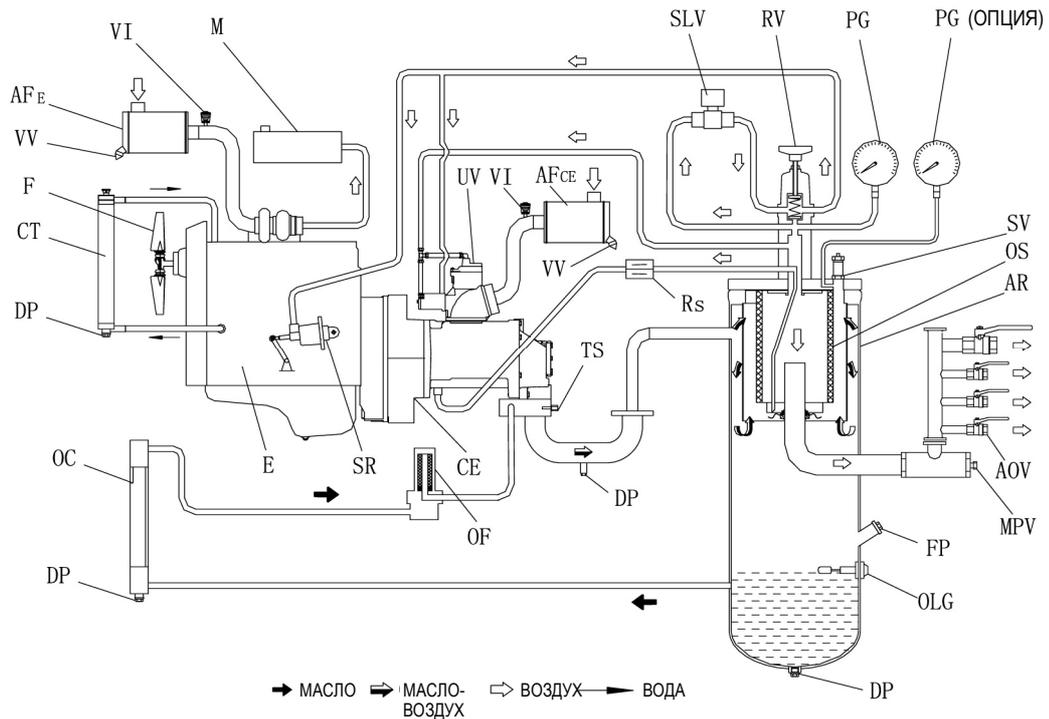

Рис. 2.3 СИСТЕМА УСТАНОВКИ
2.5 Воздушный ПОТОК (см. Рис. 2.3)
2.6 МАСЛОСИСТЕМА (См. Рис. 2.3)
(См. Рис. 2.3)
3. Снимите сливную пробку воздухоприемника (рис. 2.3, DP) для отвода возможного конденсата. Повторно установите сливную пробку (DP). Интервал между процедурами слива может определяться на основе опыта, поскольку количество конденсата зависит от условий эксплуатации.
4. Проверьте уровень масла компрессора. Указатель датчика уровня масла (рис. 2.3, OLG) должен располагаться в зеленом диапазоне. Добавить масло, если это необходимо. Тип используемого масла описан в разделе 4.3.
Перед снятием заливной пробки масла (рис. 2.3, FP), стравите давление посредством открытия выпускного воздушного клапана.
7. Подайте давление на вакуумные распределительные клапаны (рис. 2.3, VV) воздушного фильтра для удаления пыли.
8. Проверьте показатели вакуумметра воздушного фильтра (рис. 2.3, VI). Если желтый поршень указывает на красный диапазон, заменить фильтрующий элемент. Сбросьте индикатор нажатием кнопки сброса.
9. Проверьте уровень охлаждающей жидкости в баке СОЖ (рис. 2.3, СТ). При необходимости заполните бак. Технические характеристики СОЖ содержатся в Инструкции по эксплуатации двигателя.